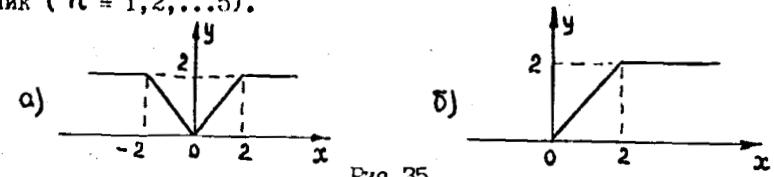

Рис.35
23. Исследуйте аналитически преобразования гармонического входного сигнала нелинейностями, изображенными на рис.35. Представляют интерес постоянная составляющая выходного сигнала b_0 , амплитуды b_n и фазовые сдвиги Ψ_n первых пяти гармоник ($n = 1, 2, \dots, 5$).